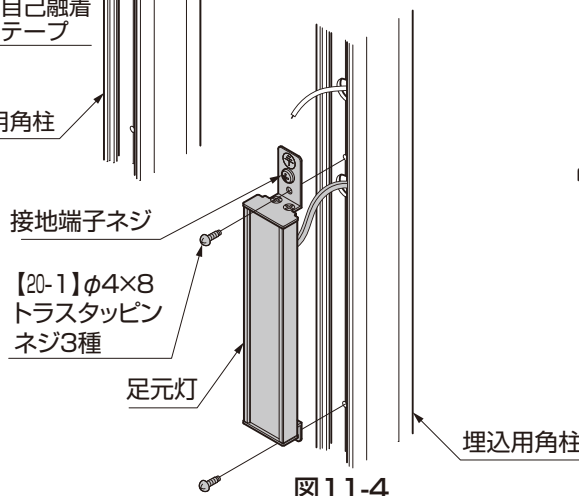
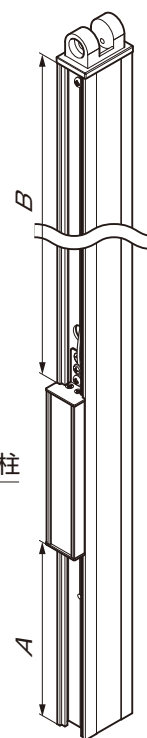

図11-4
図11-5
- ③配線の接続部を柱内に押し込んだ後、足元灯を【20-1】で柱に取付けてください。（図11-4参照）
- ④接地端子ネジからD種接地工事を行なってください。
- ⑤柱埋込施工後、図11-5を参照し、柱化粧材をA、Bの寸法に切断した後、柱にはめ込んでください。